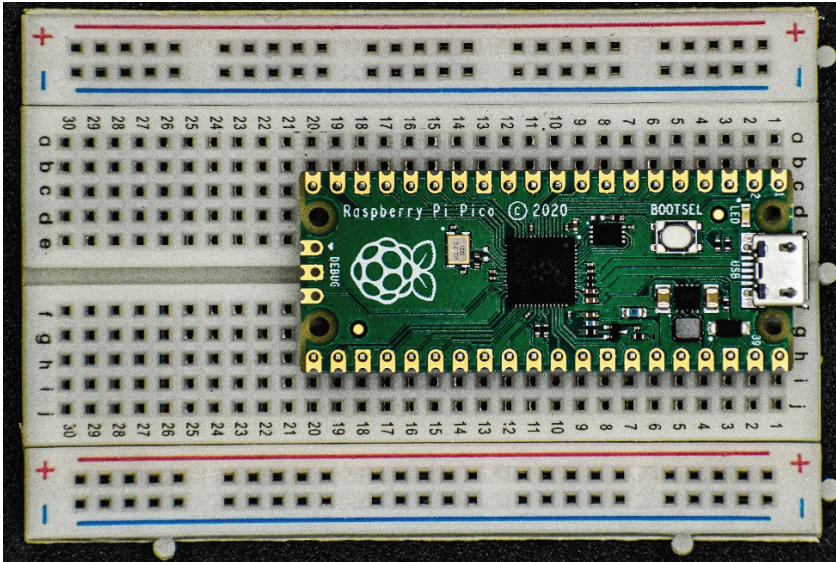

Рисунок 1.11. Pico с разъемами на макетной плате
1. Проще всего припаять разъемы с помощью макетной платы. Разместите их на макетной плате и уложите поверх нее Pico, как показано на рис. 1.11.